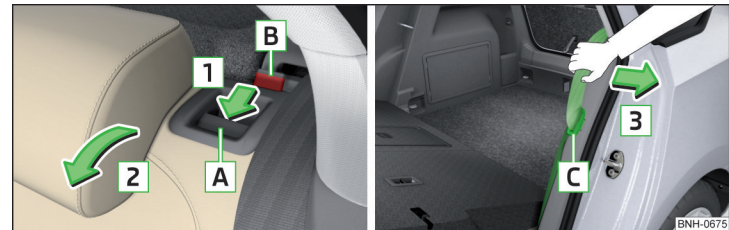

Abb. 70 Sitzlehne vorklappen / Bereitschaftsstellung des Sicherheitsgurts
- › Die Schlosszunge **C** des Sicherheitsgurts in die Öffnung in der Seitenverkleidung stecken - Bereitschaftsstellung » **Abb. 70**.
- › Den äußeren Sicherheitsgurt **C** zur Seitenverkleidung in Pfeilrichtung **3** ziehen » **Abb. 70**.